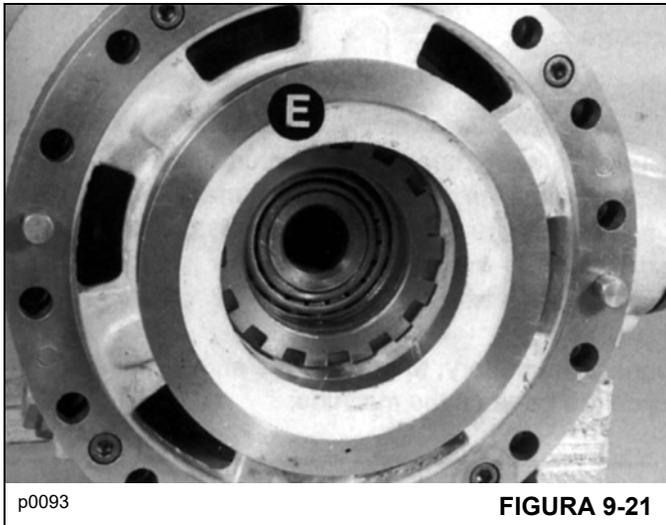

FIGURA 9-21
2. Cuidadosamente presione el émbolo E (Figura 9-21) completamente en su caja.